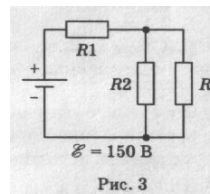

Рис. 3
3. Найдите силу тока через резистор  $R_2$ , если сопротивления резисторов  $R_1 = R_2 = R_3 = 10$  Ом (рис. 3). Внутренним сопротивлением источника тока можно пренебречь.